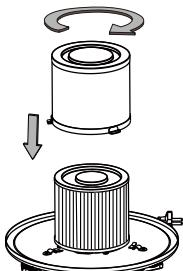

Fig. 2
- Sæt filterburet over patronfilteret. Tryk og drej det med uret, for at låse det på plads (fig. 2).